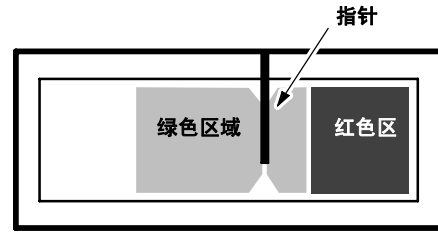

图 14
5. 调节绿色区域内的抛光垫压力。按软垫压力开关以增加或减少压力。为得到最佳效果，如图调节指针。（图14）